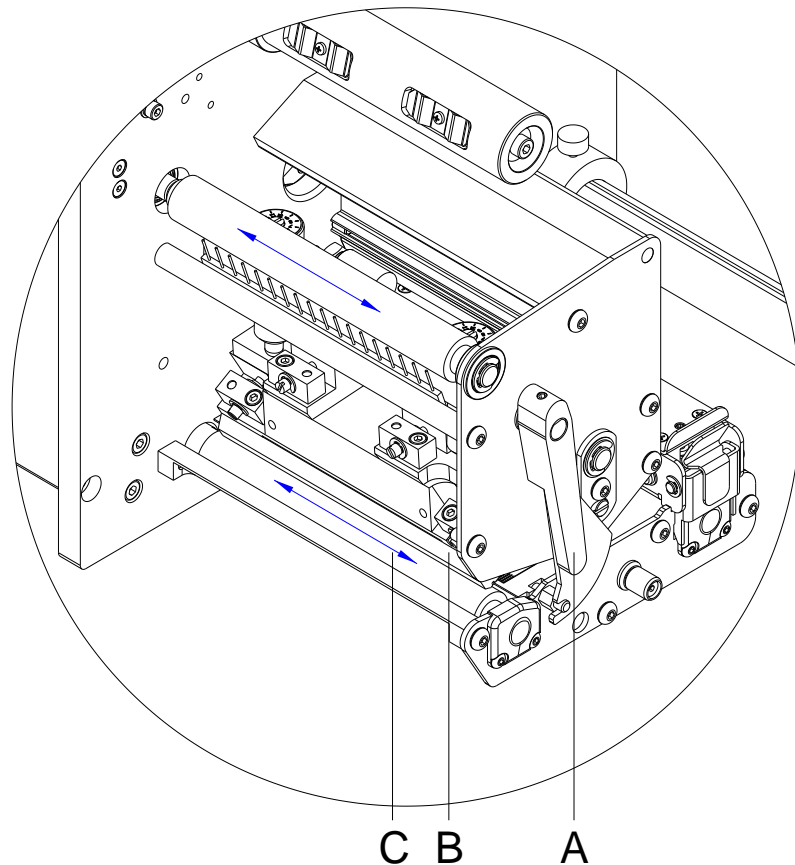

Abbildung 5
2. Andruckhebel (A, Abbildung 5) gegen den Uhrzeigersinn drehen, um den Druckkopf zu entriegeln.